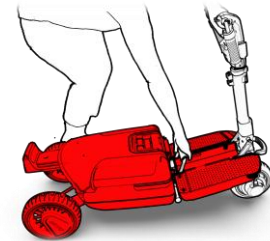

Figure 10
7. Bewegen Sie den Griff nach unten, bis er flach aufliegt (siehe Abbildung 10).